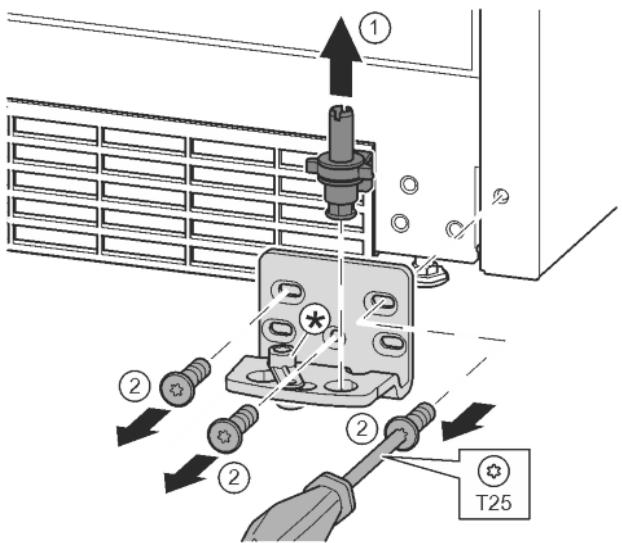

Fig. 14
- Опорный палец полностью извлечь движением вверх. Fig. 14 (1)
- Открутить винты отверткой T25 и снять опорный кронштейн. Fig. 14 (2)